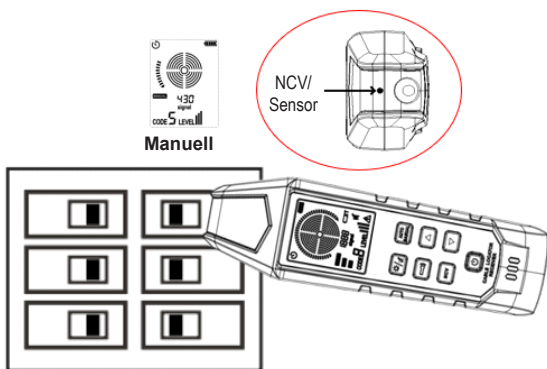

Abbildung 10.2.3b Aufgedruckten Punkt auf den Leistungsschalter ausrichten
2. Richten Sie den aufgedruckten Punkt (auf der Oberseite des Empfängers) auf den Leistungsschalter aus, wie in Abbildung 10.2.3b dargestellt.